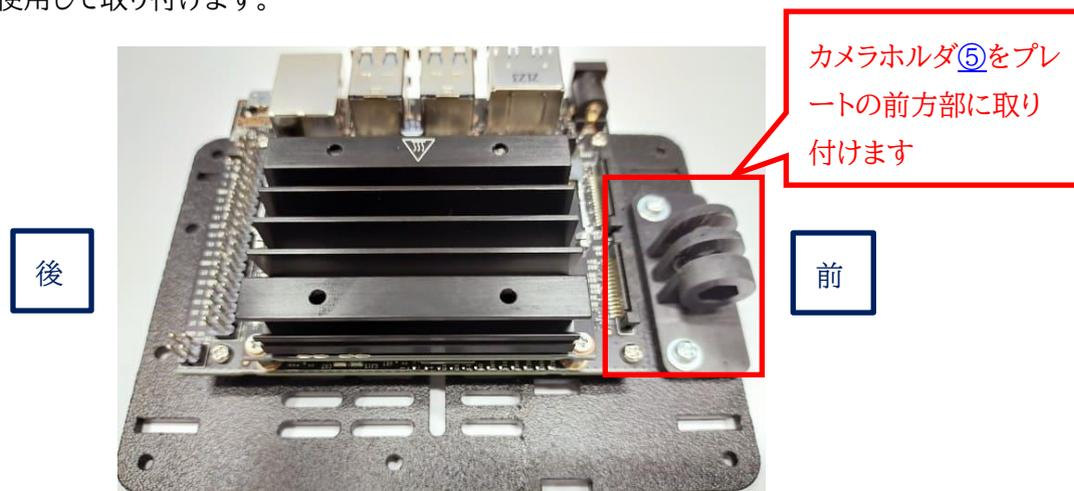
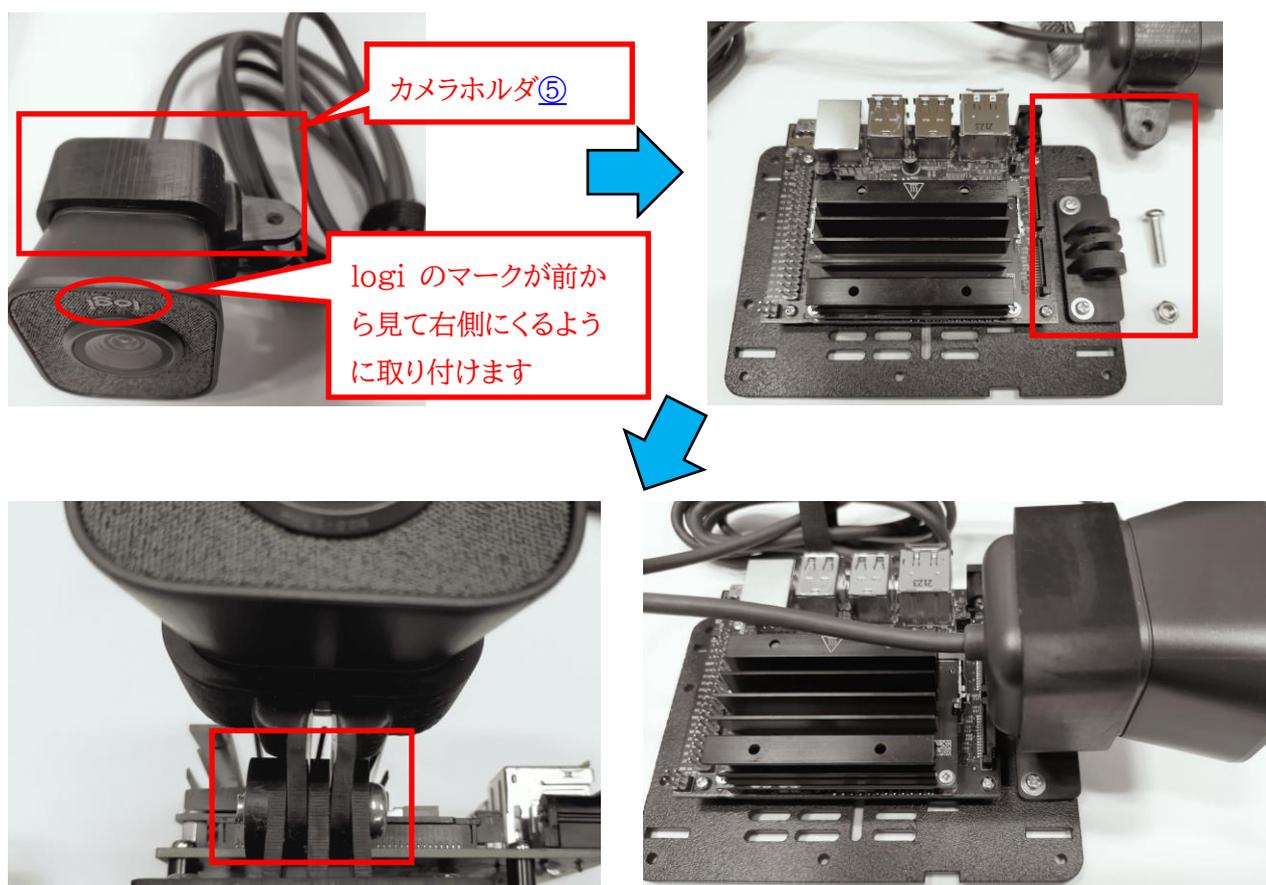

図 2-13 カメラホルダーの取り付け
図 2-14 USB カメラの取り付け
前方側にカメラホルダ⑤の部品を図 2-13 のようにプレートに取り付けます。ここでは、カメラホルダの袋に入っているネジとナットを使用して取り付けます。
次に USB カメラ③にカメラホルダ⑤の部品を図 2-14 の左上図のように後ろから取り付けます。この時、カメラは前から見て logi のマークが右側に来るようにします。図 2-13 でプレートに取り付けたカメラホルダに USB カメラをカメラホルダの袋に入っている長いネジで、図 2-14 の左下図のように取り付けます。